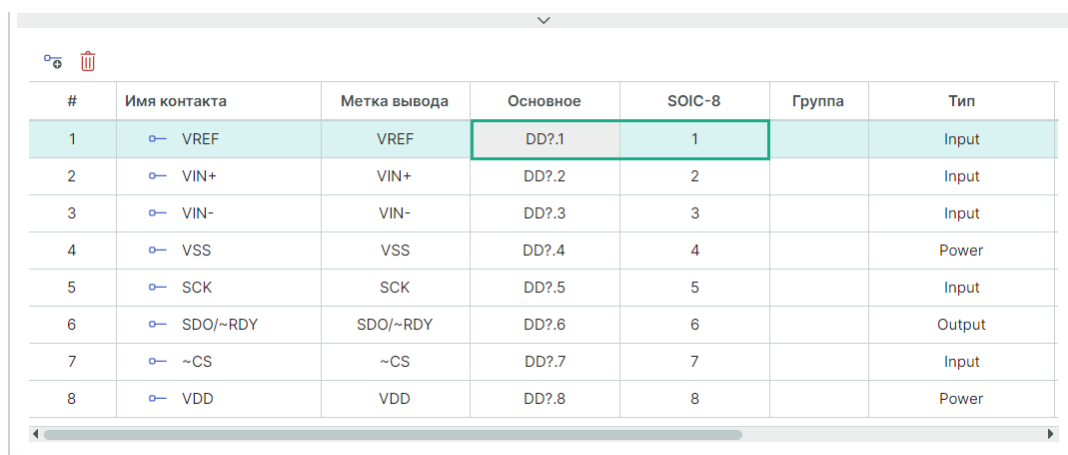

Рис. 276 Результат сопоставления в таблице контактов
3. В таблице контактов отображается сопоставление в выбранном контакте, см. Рис. 276.